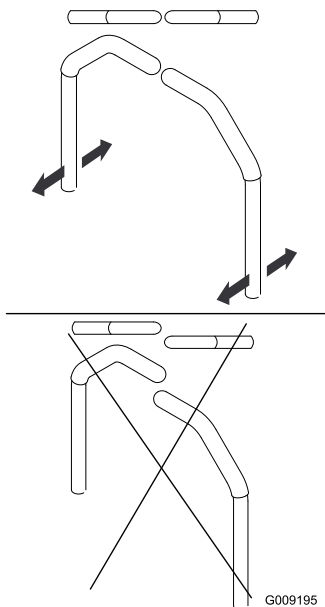

図 61
4. 左右のレバーを両方持ってニュートラル位置にセットし、そこから前後にスライドさせて両方のレバーを整列させ、ボルトを締め付ける（図 61）。